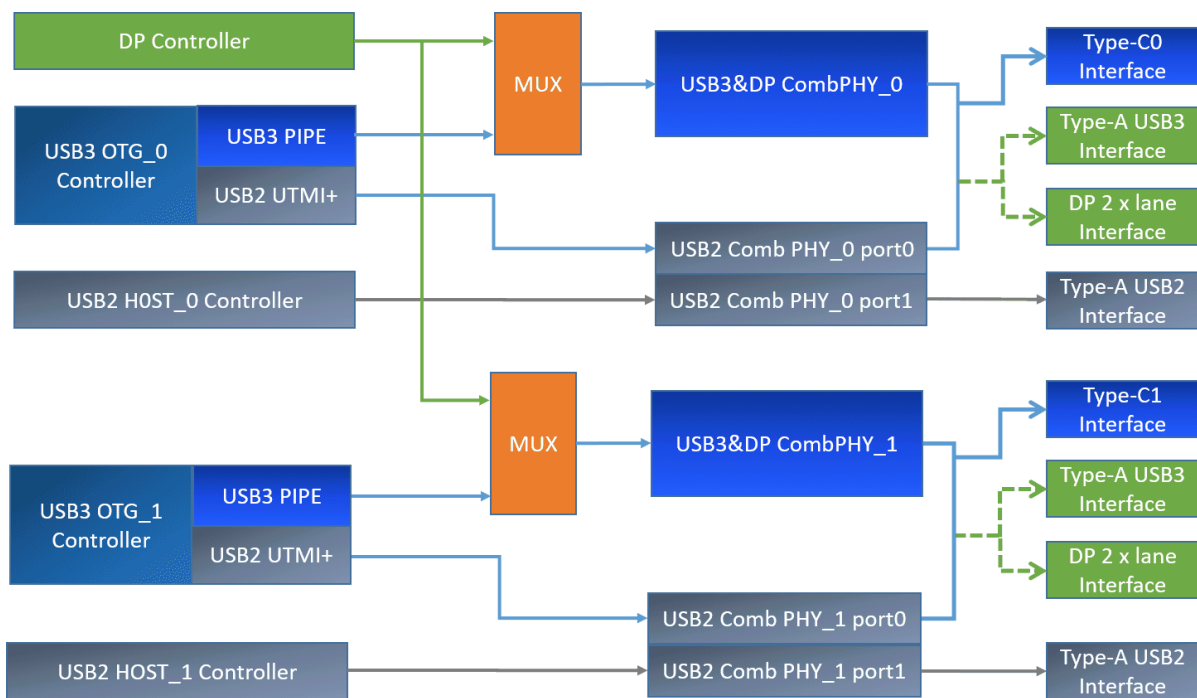

图 1-1 RK3399 USB 控制器和 PHY 的连接示意图
RK3399 USB 控制器和 PHY 的内部连接关系（未包含 HSIC），以及对应的常见 USB 物理接口如下图 1-1 所示。
5. 需要注意的是，RK3399 USB 支持的接口类型并不局限于图 1-1 所描述的 Type-C/A USB 接口类型，而是可以支持所有常见的 USB 接口，包括 Type-C USB 2.0/3.1，Type-A USB 2.0/3.1，Micro USB 2.0/3.1 等，具体信息请参考RK3399 USB 支持的接口类型。为了适配不同的 USB 电路设计和接口类型，Linux 内核 USB 驱动已经做了软件兼容，开发者只需要根据产品的 USB 硬件电路，对 Linux USB DTS 进行正确配置，即可使能对应的 USB 接口功能。详细的 USB DTS 配置方法，请参考RK3399 USB DTS 配置；